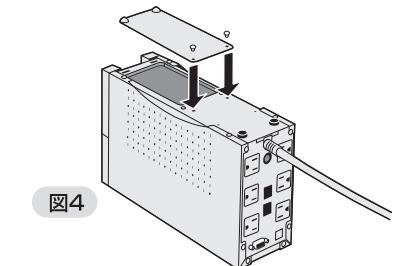

図4
14.本UPSの底面が上になるように、ゆっくりと倒します。(図4)
15.バッテリ交換カバーを止めネジ(2個)で固定します。(図4)